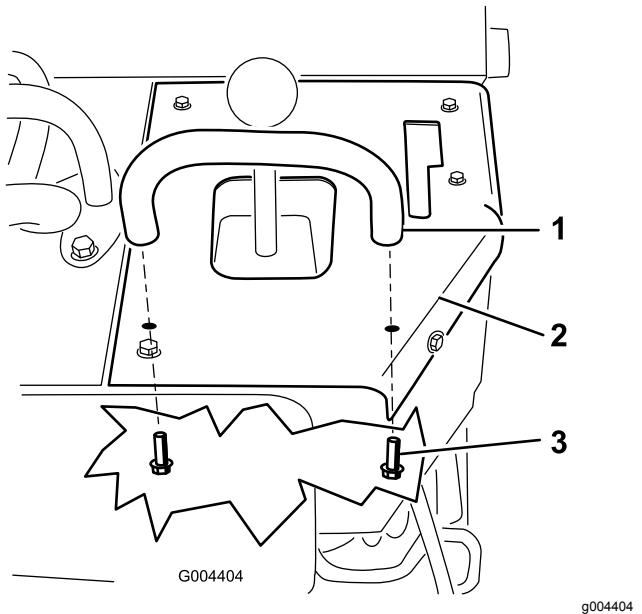

Bild 9
3. Befestigen Sie den Anschlagbügel mit zwei Schrauben (5/16" x 3/4") am Bedienfeld; setzen Sie die Schrauben von der Innenseite der Maschine ein (Bild 9).